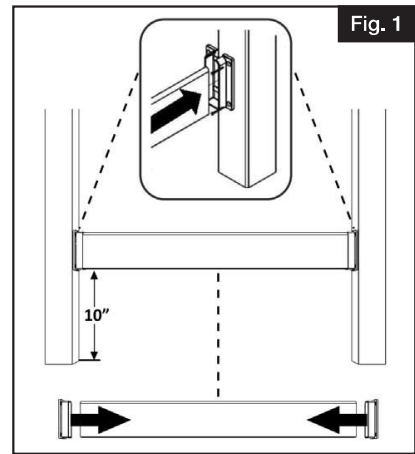

Fig. 1
- Décaler les supports 10 po (254 mm) au-dessus du niveau du sol et centrer la traverse inférieure sur les poteaux (Fig. 1).
- Pour fixer les supports aux poteaux, enfoncer 4 vis (fournies) dans chaque support. Installer des capsules de vis blanches pour cacher les têtes de vis (Fig. 1).